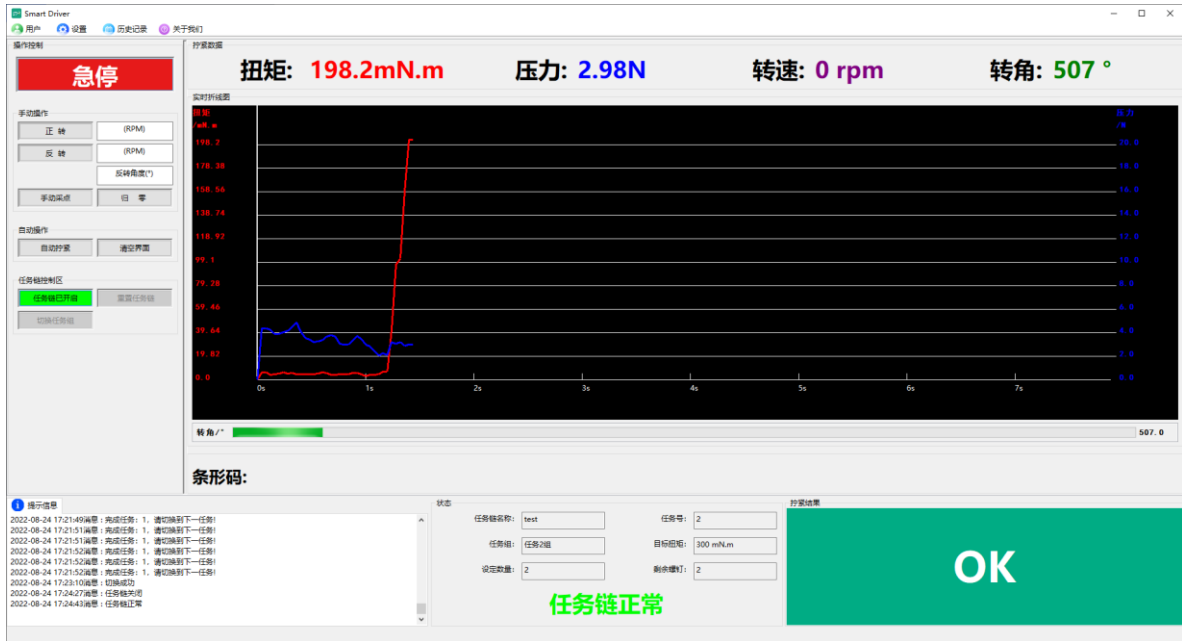

图 26 当处于自动切换时切换任务组的界面
(2) 自动切换：任务链处于该切换方式时，一个任务组工作结束后会自动切换到下一个任务组中。此时【切换任务组】删除按钮是灰色，不可使用的。如图 26 所示。